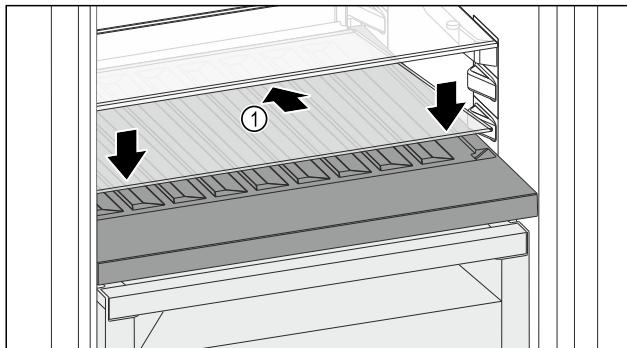

Fig. 136
- Glasplatte Fig. 136 (1) schräg und nach hinten unten geneigt ansetzen.
► Glasplatte Fig. 136 (1) vorne absenken.